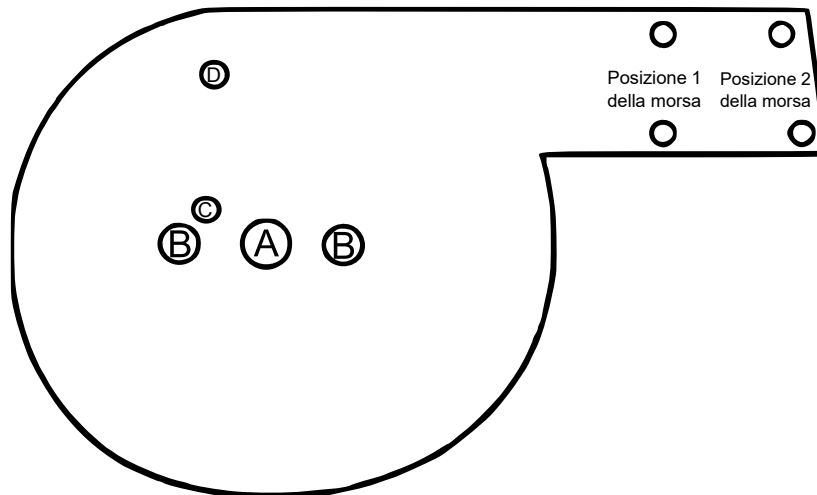

Figura 1: posizione dei fori per il fissaggio della matrice. I fori più scuri hanno una filettatura.
1. Assicurarsi che la piastra di montaggio della matrice (**4**) sia fissata alla piastra di montaggio di formatura a molla (**32**) dell'attrezzo. Vedi figura 1 per conoscere le posizioni dei fori necessari per il piegamento delle forme rotonde.
1. Assicurarsi che la piastra di montaggio della matrice **(4)** sia fissata alla piastra di montaggio di formatura a molla **(32)** dell'attrezzo. Vedi figura 1 per conoscere le posizioni dei fori necessari per il piegamento delle forme rotonde.